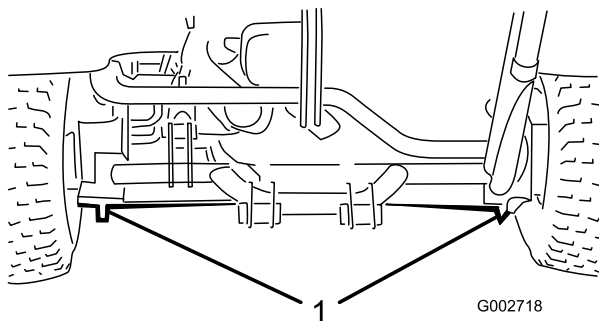

Figure 19
- Côté gauche ou droit, sous le moteur de roue arrière ou le châssis (Figure 19).